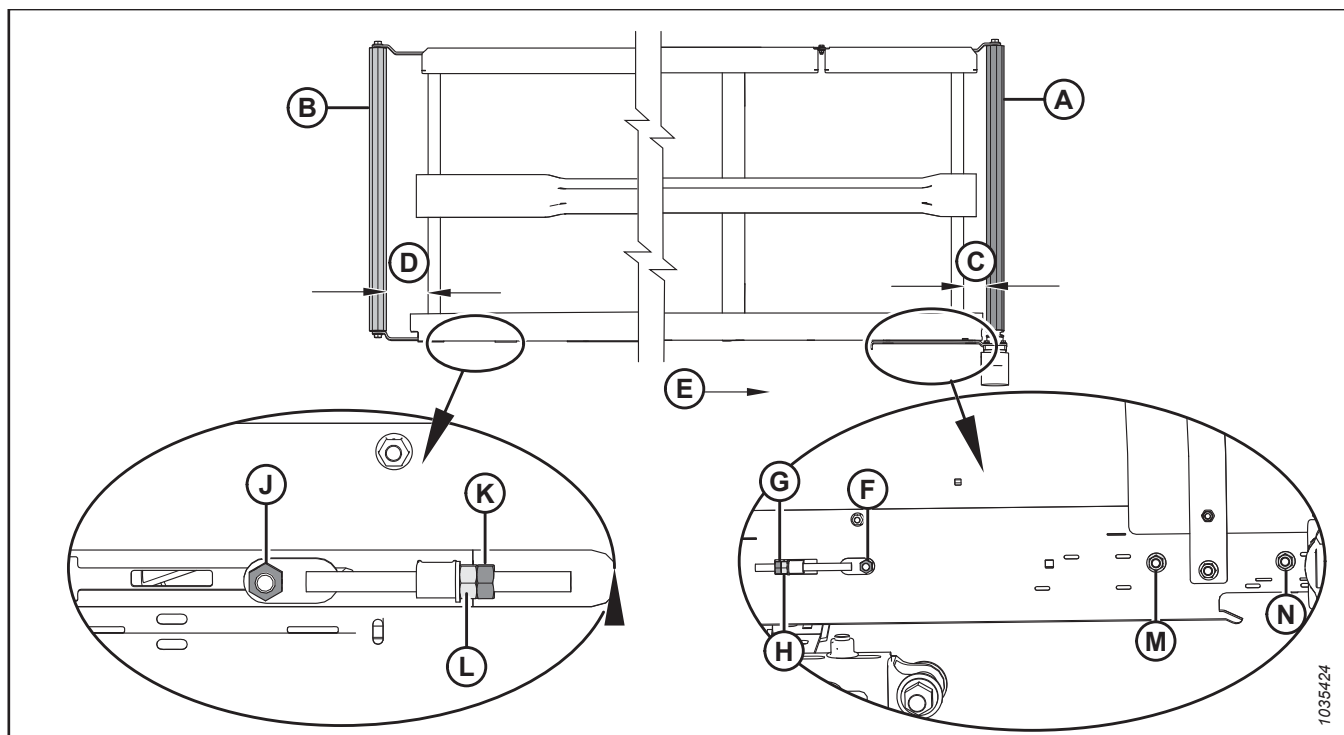

Figure 4.249: Réglage de l'alignement du tapis – Tapis gauche
2. Réglez le rouleau d'entraînement (A) pour changer C (consultez le tableau 4.2, page 397 et la figure 4.249, page 397) comme suit :
- a. Desserrer les écrous (F), (M) et (N), et le contre-écrou (G).
- b. Tournez l'écrou de réglage (H).
- c. Serrer les écrous (F), (M) et (N), et le contre-écrou (G).
3. Réglez le rouleau libre (B) pour changer D (consultez le tableau 4.2, page 397 et la figure 4.249, page 397) comme suit :
- a. Desserrez l'écrou (J) et le contre-écrou (K).
- b. Tournez l'écrou de réglage (L).